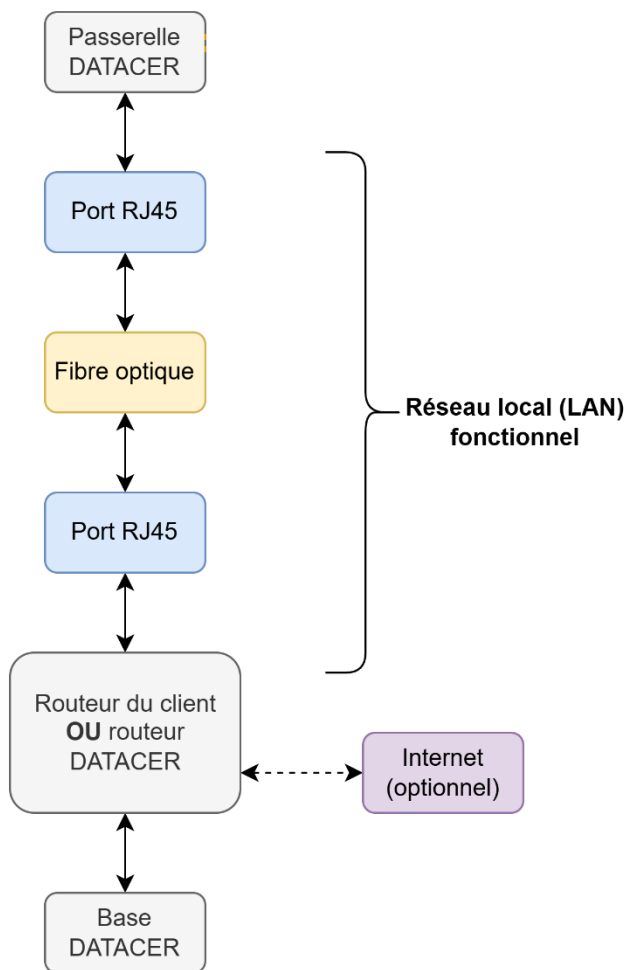
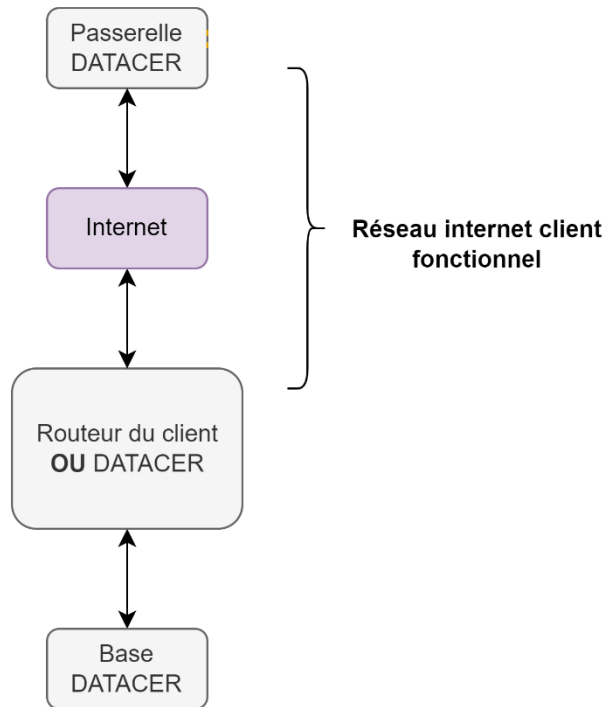

Figure 117: Réseau local (LAN) fonctionnel
Figure 118: Réseau Internet client fonctionnel
- Le réseau local ou Internet fourni par le client doit être fonctionnel (voir Figure 117 et Figure 118 ci-dessous).